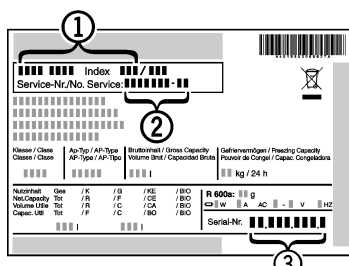

Fig. 9
► Relever la désignation de l'appareil Fig. 9 (1), le n° de service Fig. 9 (2) et le n° de série Fig. 9 (3) sur la plaquette signalétique. Cette plaquette se trouve sur la paroi intérieure gauche de l'appareil.
- Informer le S.A.V. et lui communiquer la panne, la désignation de l'appareil Fig. 9 (1), le n° de service Fig. 9 (2) et le n° de série Fig. 9 (3).